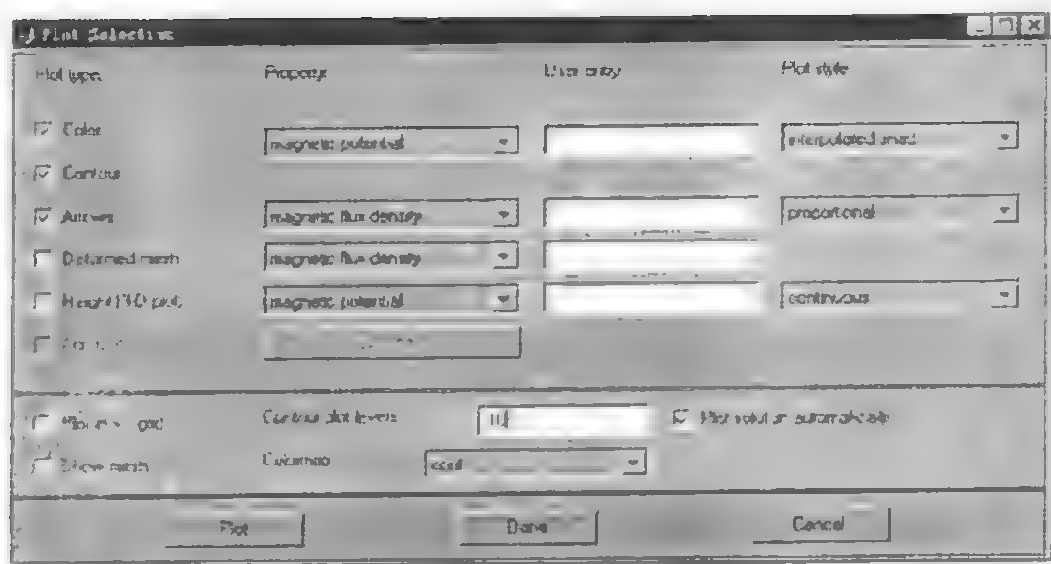
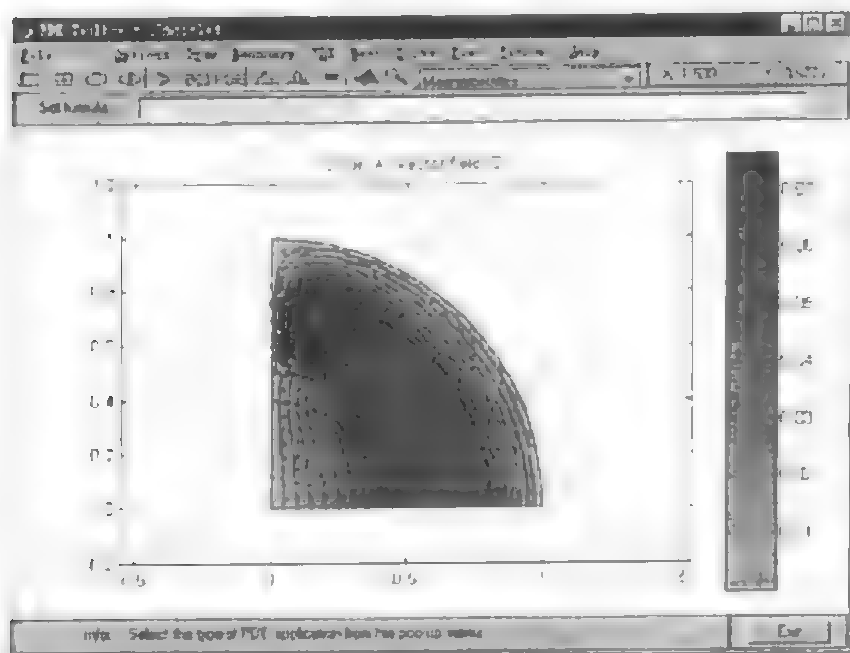
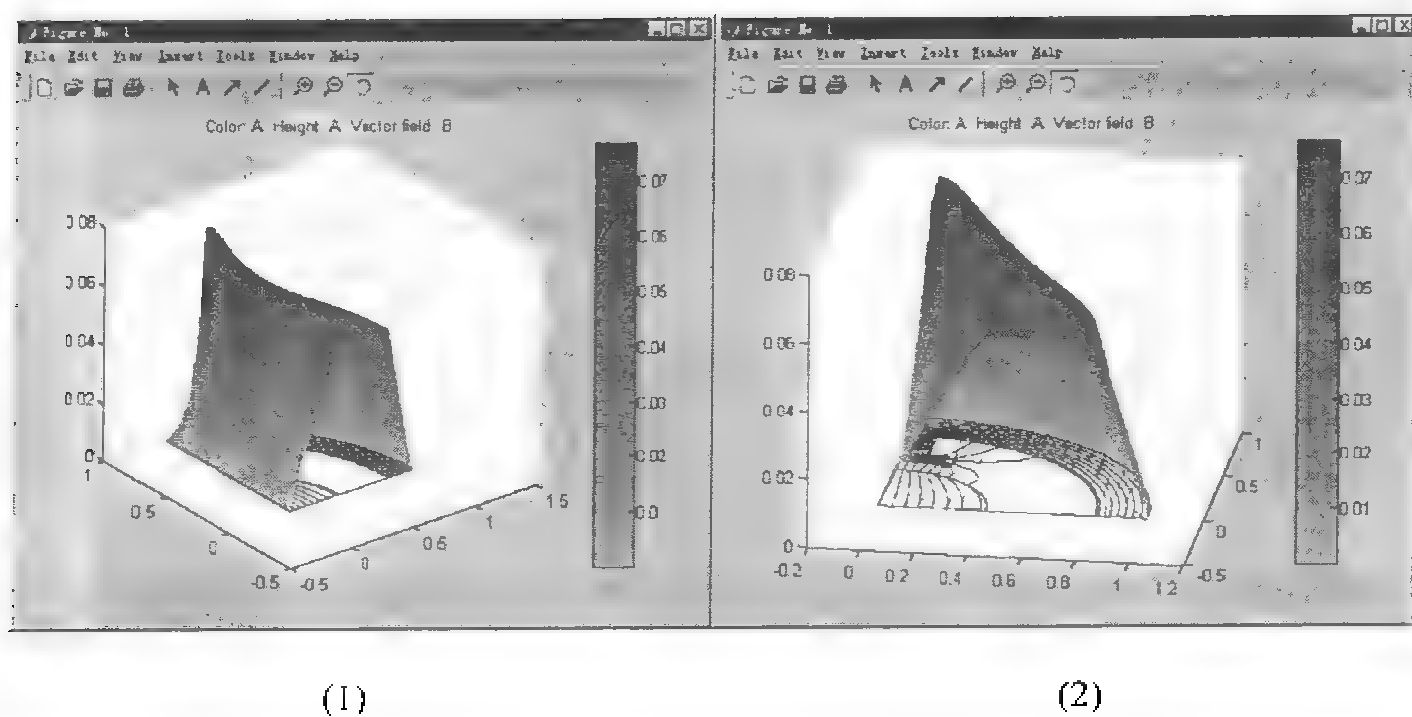

图 3-24
图 3-25
图 3-26
(iv) **求解** 在 Plot Selection 对话框中选定彩色 Color、等值线 Contour、矢量线 Arrows，设置 Contour plot levels: 10，如图 3-24。单击 Plot 按钮，可以立即求出这些量，如图 3-25。如果选 Height (3-D plot)，可得到如图 3-26 (1)所示的三维解的彩色图形。在三维图形中，可以任意拖动鼠标旋转三维坐标轴，获得不同角度的三维彩色图形，如图 3-26 (2)。